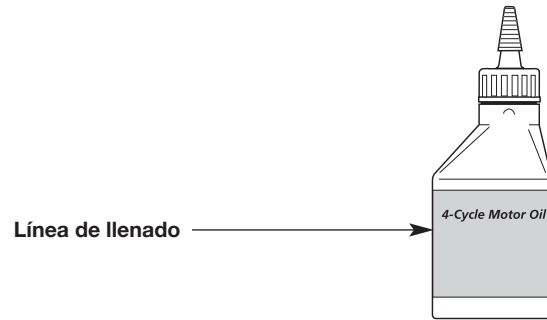

Fig. 14
**NOTA:** Use la botella de aceite vacía que guardó después del uso inicial a fin de medir la cantidad correcta de aceite. Llene la botella de aceite hasta la línea de llenado de 2.03 onzas líquidas (60 ml) que aparece indicada en la parte posterior de la botella (Fig. 14).